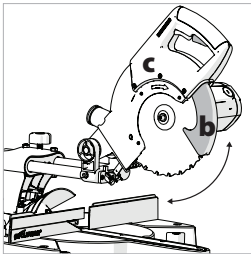

Fig. 38b & c
- Drehen Sie den einziehbaren unteren Messerschutz (**Abb. 38b**) nach oben und in den oberen Messerschutz (**Abb. 38c**).